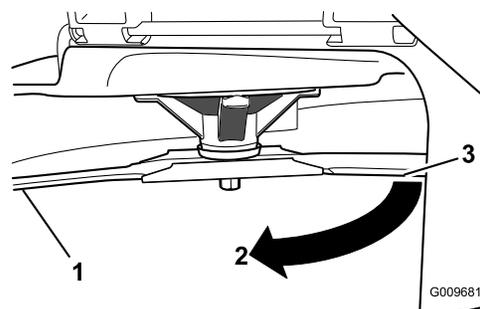

Figura 45
3. Distância medida entre a lâmina e a superfície (A)
4. Rode mesma lâmina 180 graus para que a extremidade de corte oposta esteja agora na mesma posição (Figura 45).